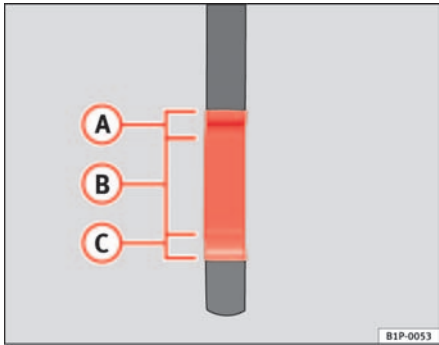

Fig. 144 Varilla de medición del nivel de aceite.
- Vuelva a extraer la varilla de medición y compruebe el nivel de aceite que indica el extremo inferior de la varilla de medición ⇒ página 219, fig. 144.
Si el nivel se encuentra en la zona ⇒ página 219, fig. 144 **(A)**, no se debe añadir aceite.